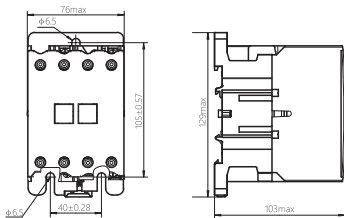

图1 NC11-65/04交流接触器外形与安装示意
2.1 NC11-65/04交流接触器安装尺寸与外形尺寸以及接线能力，见图1及表2。型号规格重量见箱贴。